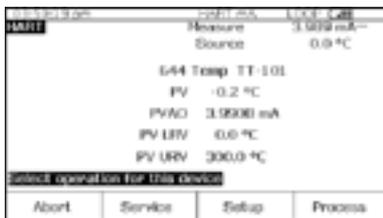

Figura 19.
1. Ligue o calibrador Fluke 754. Pressione a tecla **HART** e a tecla de função **Loop Power** (Potência de Loop), caso a potência de loop ainda não esteja sendo fornecida. Pressione **ENTER** até que todos os avisos do dispositivo sejam apagados e as informações HART básicas seja exibidas (Figura 19).